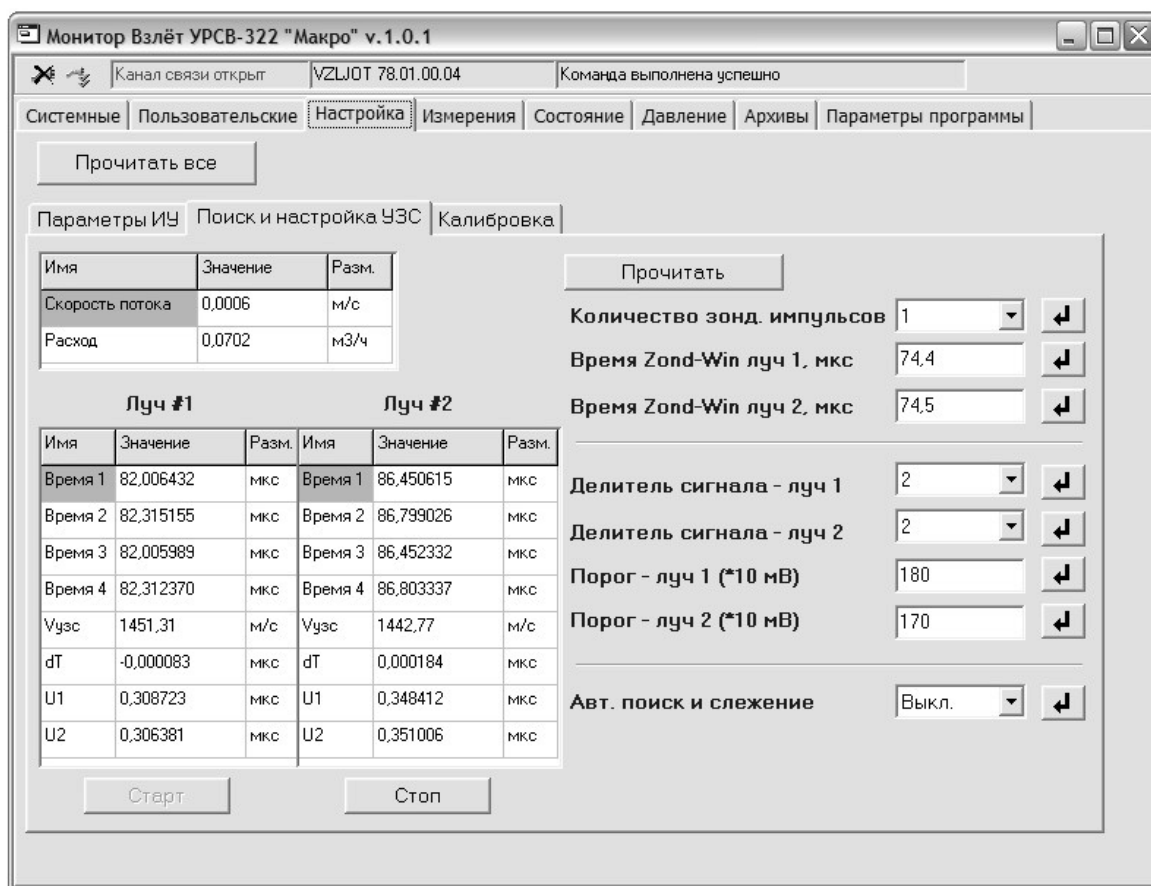

Рис.10. Окно вкладок «Настройка / Поиск и настройка УЗС».
3.1.7. Щелкнуть мышкой по вкладке **Поиск и настройка УЗС**. На дисплее ПК отобразится окно, показанное на рис.10.